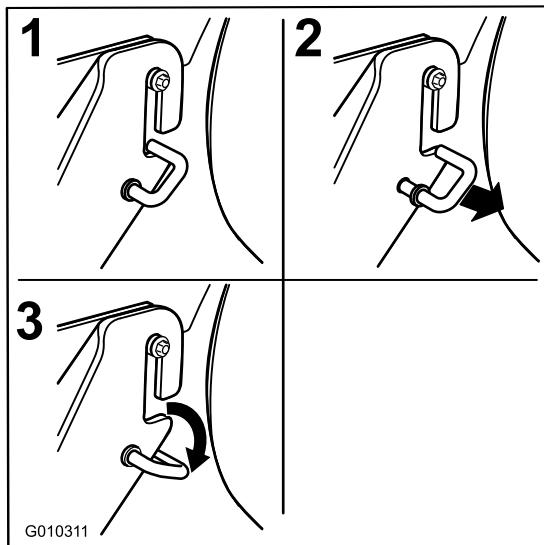

Bild 68
- Bewegen Sie an beiden Seiten des Mähwerks die gefederten J-Haken aus dem Schlitz in den hinteren Hängeprofilhalterungen (Bild 68).
- Befestigen Sie die vordere Stütze am Mähwerk an den vorderen Mähwerkshängeprofilen und befestigen sie mit einer Scheibe und einem Splint (Bild 68).